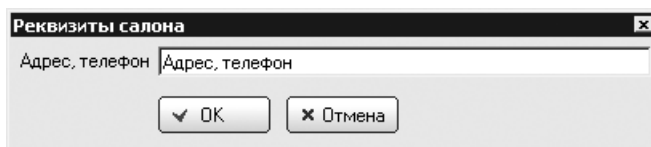

Рис. 8.27
2. Щелкнуть кнопкой мыши на строке в правой части окна, содержащей параметр, который нужно изменить, например **Адрес и телефон**, и нажать кнопку **Ред.** в нижней части окна — откроется новое окно (рис. 8.27).